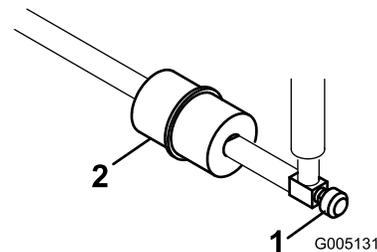

図 36
インラインタイプの燃料フィルタが、燃料タンクとキャブレタの間に設置してあります 図 36。
- 燃料バルブを閉じる 図 36。
- フィルタの下に回収容器を置き、フィルタのキャブレタ側のホースクランプをゆるめて燃料ラインからフィルタを外す (図 36)。
- もう一方のホースクランプをゆるめてフィルタを取り出す 図 36。